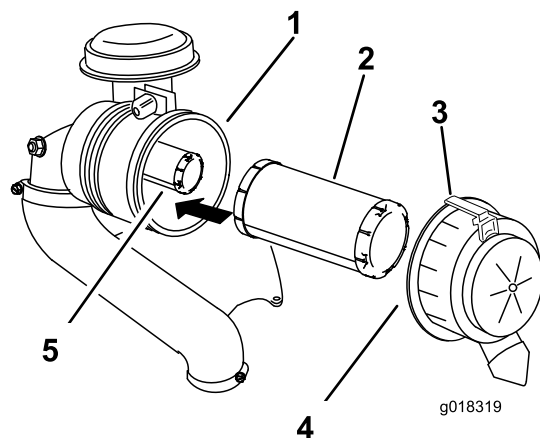

図 45
2. ラッチを引いて外し、カバーを左にひねってボディーからはずす（図 45）。
3. エアクリーナハウジングから、エアクリーナのカバーを取り外す（図 45）。
5. 1次フィルタをゆっくり引き抜くようにしてエア・クリーナのハウジングから外す（図 45）。
2. 安全フィルタを交換する場合には、十分に注意しながら、フィルタのボディに挿入する（図 45）。
3. 1次フィルタをゆっくり押し込むようにして安全フィルタの上から取り付ける（図 45）。
5. 上下方向を確認し、**up**と書いてある方を上に向けてエアクリーナカバーを正しく取り付け、ラッチを掛ける（図 45）。